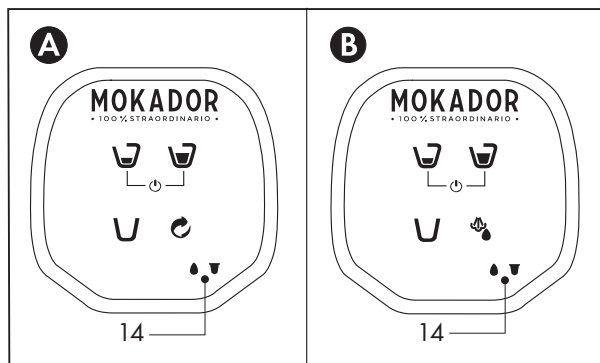

Fig. 4
Quando sul pannello comandi si illumina la spia (14) significa che manca acqua nel serbatoio (Fig.4); procedere quindi al riempimento del serbatoio (8) come descritto sopra.